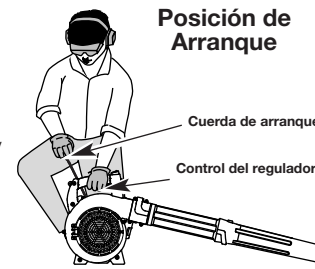

Fig. 13
2. Coloque el pico del recipiente de gasolina en el orificio de llenado del tanque de gasolina (Fig. 13) y llene el tanque.
**NOTA:** La unidad debe arrancarse en vacío. No oprima el gatillo mientras arranca la unidad (Fig. 13).
5. Colóquese en la posición de arranque (Fig. 13) y tire de la cuerda de arranque hasta que sienta un poco de resistencia. Esto es por lo general aproximadamente de 2 a 4 pulgadas. Tire de la cuerda 4 veces con movimientos suaves y rápidos.
2. Oprima y mantenga oprimido el Control de encendido y apagado en la posición APAGADO (O) hasta que el motor se detenga por completo (Fig. 13).